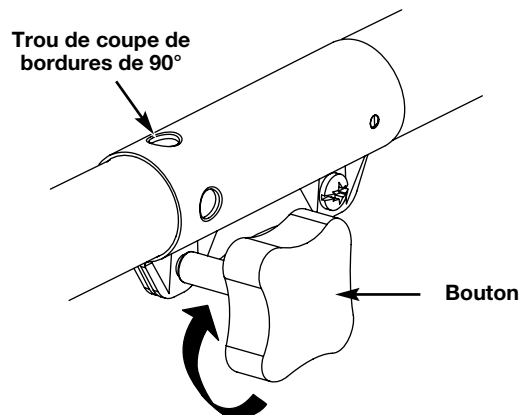

Fig. 25
3. Serrez le bouton en le tournant à droite (Fig. 25).
Pour couper les bordures à l'aide de la tête d'accessoire de coupe sur les modèle EZ-Link^{MC}, verrouillez le bouton de déclenchement de l'accessoire de coupe dans le **trou de 90°** (Fig. 25).